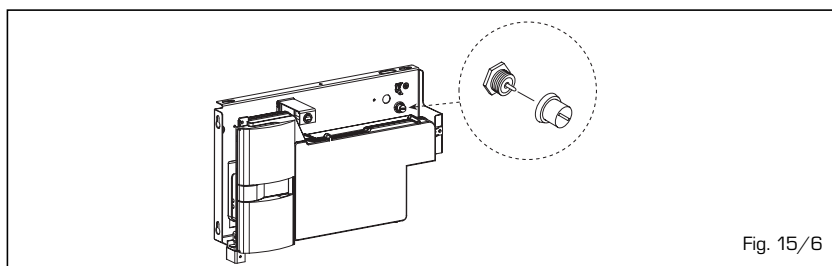

Fig. 15/6
– **ANOMALÍA CIRCULACIÓN AGUA “ALL 09” (fig. 15/8)**